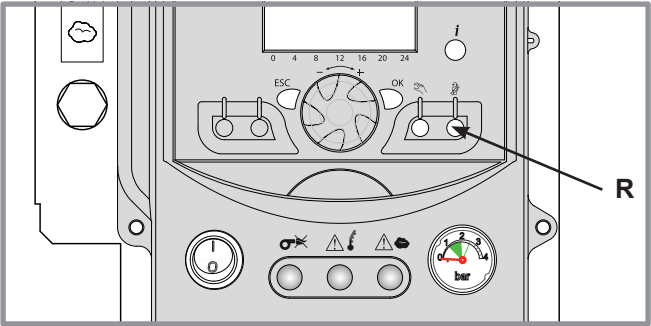

fig. 32 - Tableau de contrôle et régulation
- Activer la fonction "ramoneur" (appui bref : rep. R fig. 32).
- Après le réglage du brûleur, ne pas oublier de désactiver la fonction "ramoneur"(repère R , fig. 32).